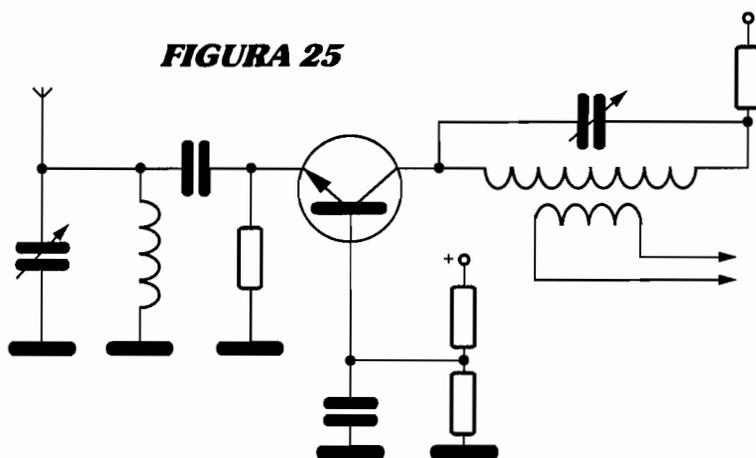

FIGURA 25
* **Cob** (capacitância parasita entre coletor e base): deverá ser a menor possível, para evitar a atenuação do sinal na configuração emissor comum. A maioria dos transistores utilizados como amplificadores de RF e osciladores locais, se apresentam na configuração de base comum, para fugir desta capacitância parasita, como mostrado na figura 25.